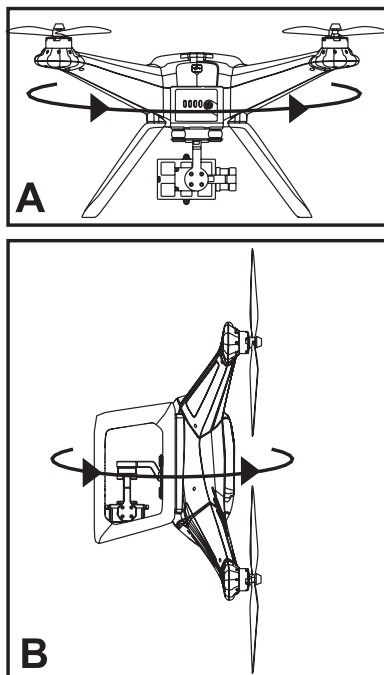

Bild 17
- Halten Sie den Quadrocopter waagrecht (siehe Bild 17, Abbildung A) und drehen Sie ihn solange um die Hochachse, bis die Status-LEDs die Farbe auf Grün wechseln (mindestens 360°).
- Halten Sie danach den Quadrocopter mit den vorderen Propellern senkrecht nach unten und drehen ihn nun 360° um die Längsachse (siehe Bild 17, Abbildung B), bis die Status-LEDs ausgehen.